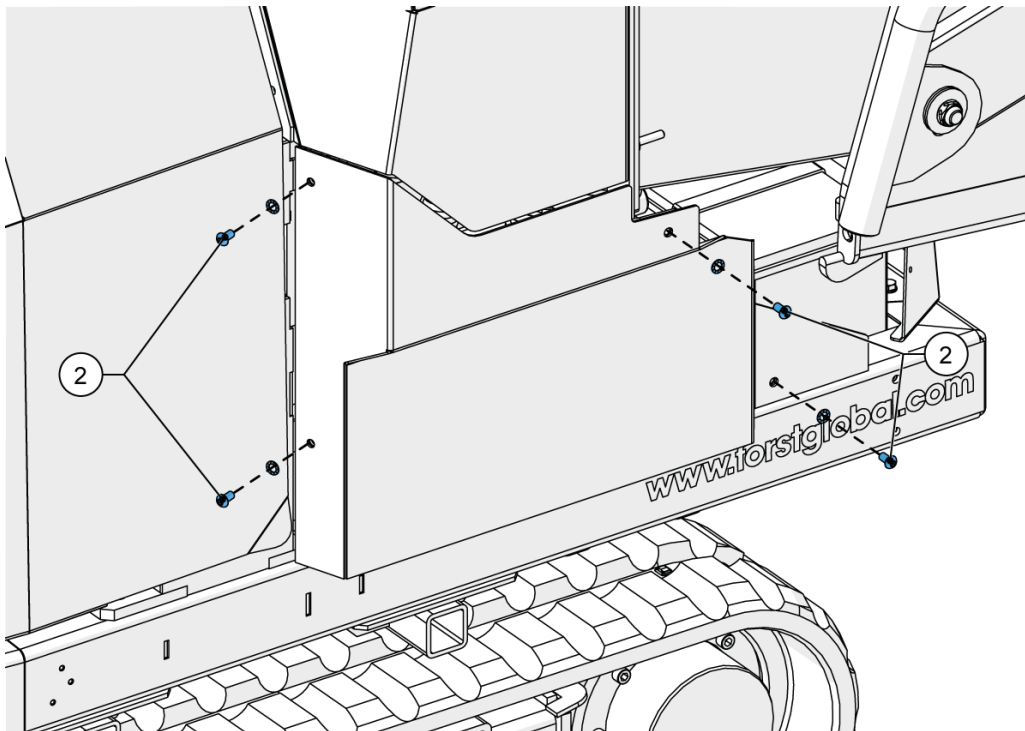

Figure 50 - Retirez les boulons
3. Déposez les boulons qui fixent le panneau (2, Figure 50).